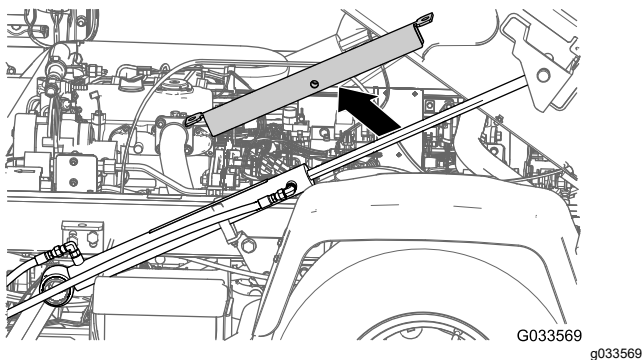
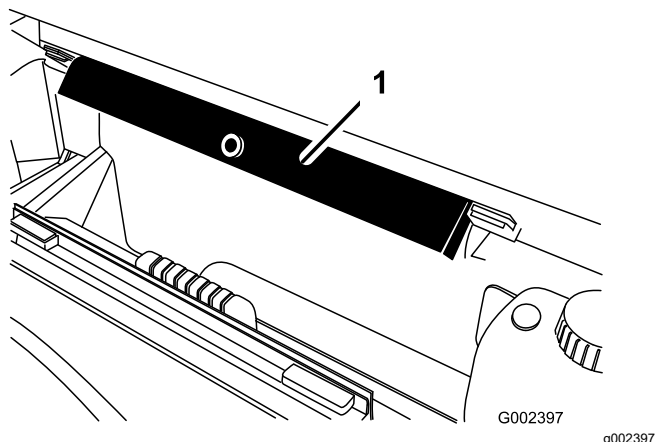

Figura 32
Figura 33
2. Remova o apoio da plataforma do cilindro de elevação e guarde-o nos suportes de armazenamento na parte de trás do painel do ROPS (Figura 32 e Figura 33).